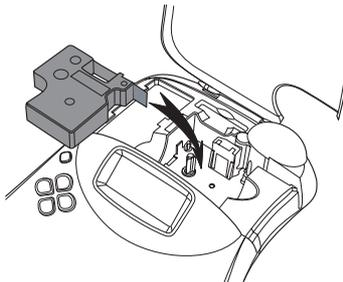

Abb. 5
2. Legen Sie die Kassette mit dem Etiketten- und Farbband zwischen den Führungsstiften ein. Siehe Abb. 5